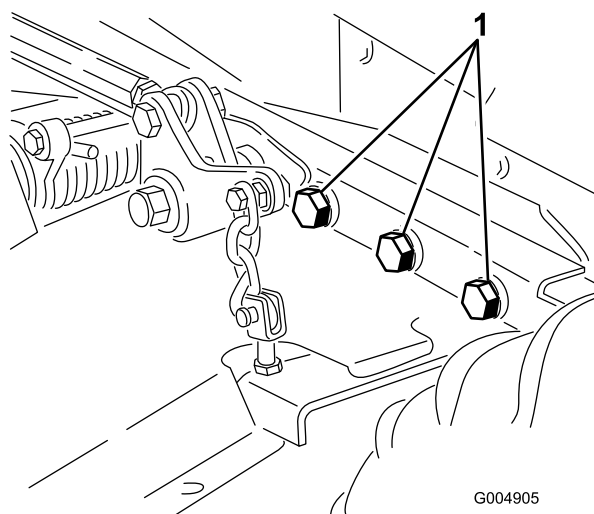

Figura 66
4. Compruebe que todos los herrajes están bien apretados; apriételos si es necesario. En particular, apriete los 6 pernos que fijan el bastidor de la carcasa de corte a la unidad de tracción (Figura 66) a 359 Nm.